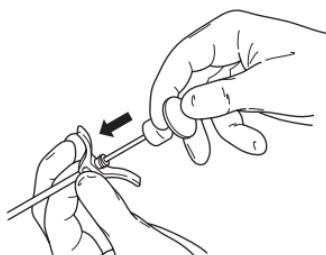

図5 - セメントオブチュレータを使用して形成材料を注入する
5. X線透視誘導下で、セメントオブチュレータを使用して形成材料を注入します(図5)。